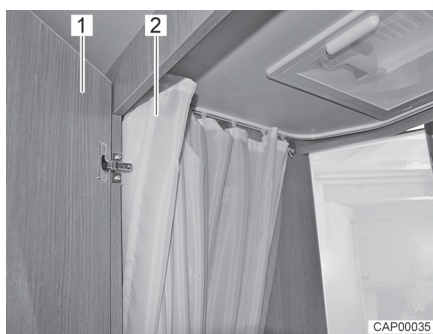

Fig. 81 Vano WC con doccia
- Per utilizzare la doccia, chiudere la porta (Fig. 81,1) e tirare completamente la tendina della doccia (Fig. 81,2), in modo da proteggere tutte le pareti.